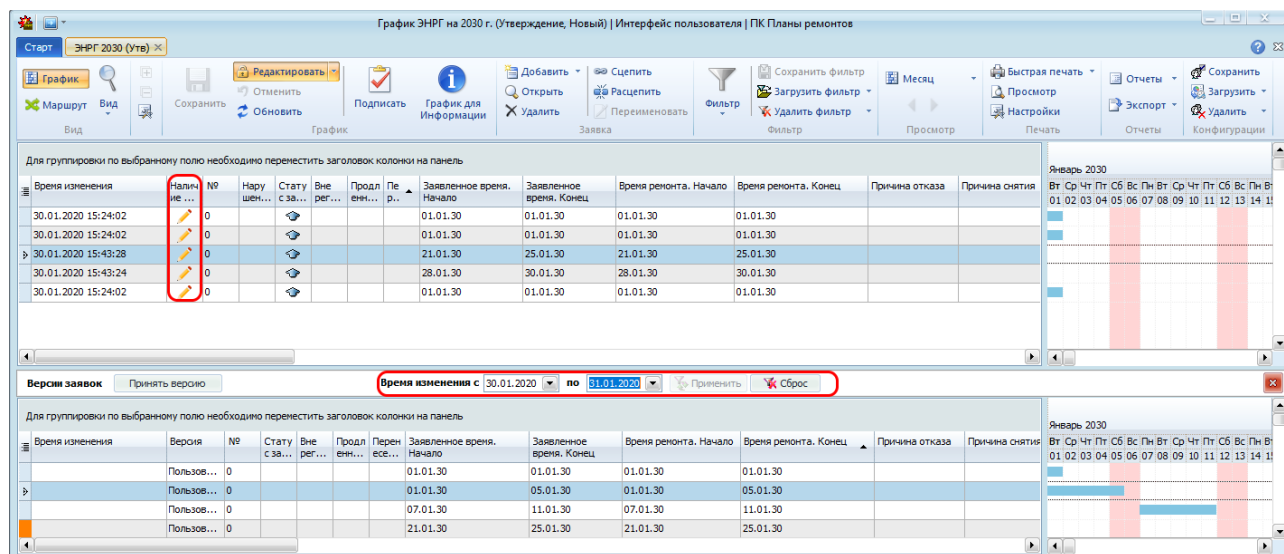

Рисунок 10.135 – Отображение индикации о наличии изменений за выбранный интервал времени
- если за указанный интервал времени есть версии, то предполагается, что ПРЗ была изменена или создана. В поле отображена пиктограмма «✎» (Рисунок 10.135).